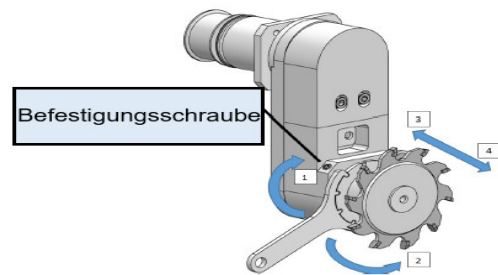

Abb. 36: Einstellen der Vorritzeinrichtung
- Wird der Schlüssel in Richtung Pos.1, Abb.36 gedreht, bewegt sich die Klinge in Richtung Pos.3, Abb.36.
- Wird der Schlüssel in Richtung Pos.2, Abb.36 gedreht, bewegt sich die Klinge in Richtung Pos.4, Abb.36.
Schritt 3: Schraube (Pos.1,Abb.36) lösen und Sägeblatt (Pos.2,Abb.36) entnehmen. Darauf achten, dass Sie den Spaltkeil nicht verstellen!